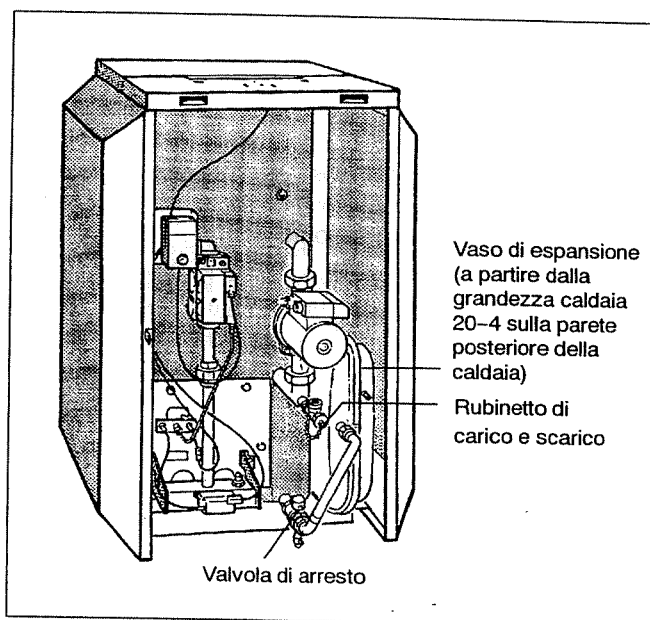
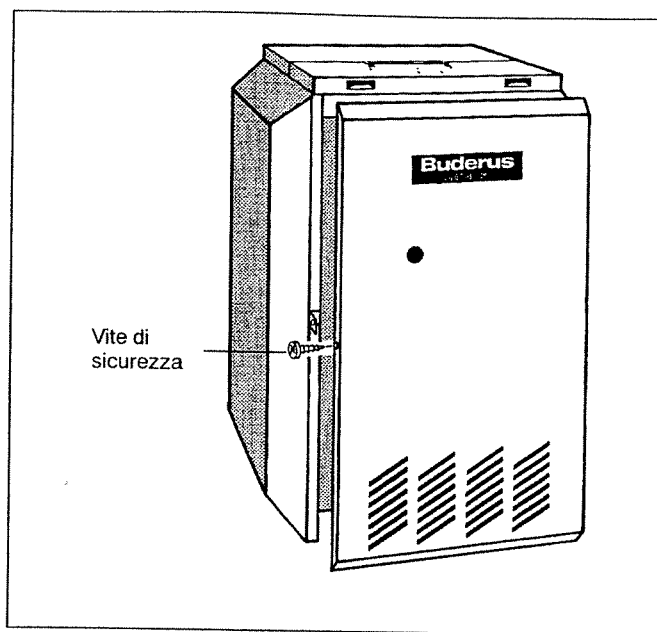
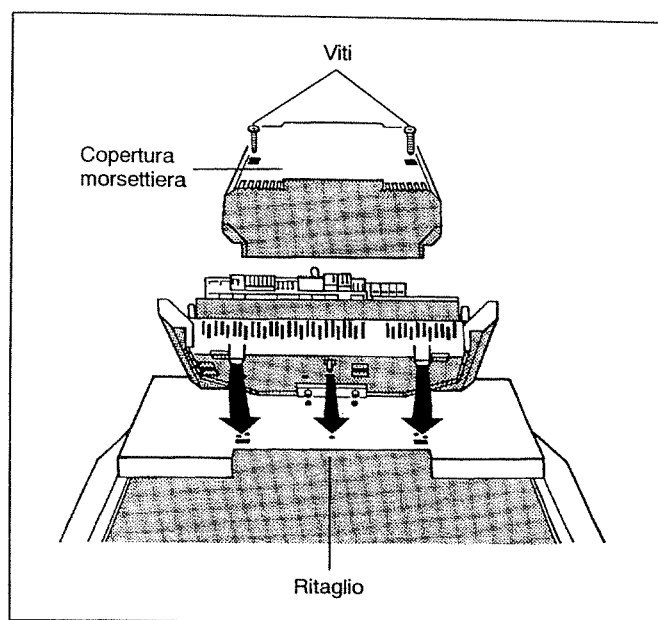
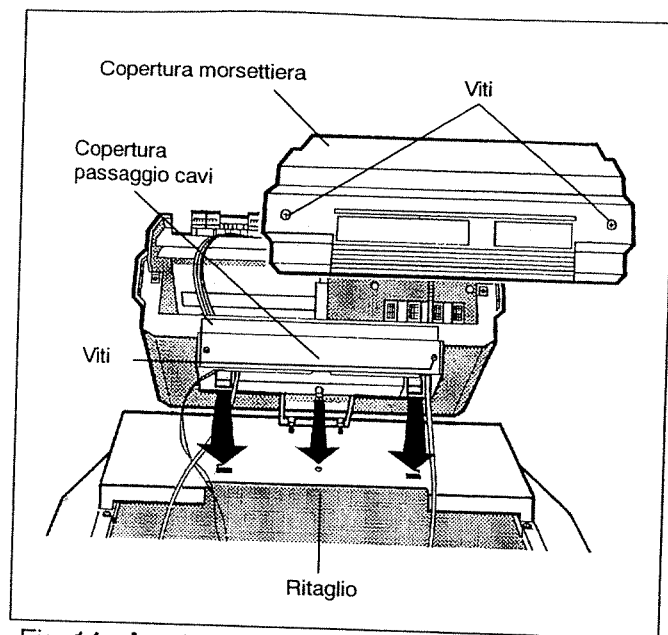

Fig. 9: G124 XV, con pannello anteriore aperto
Fig. 11: Rimuovere il pannello anteriore della caldaia
Fig. 13: Apertura e posizionamento del sistema di regolazione 2000
Fig. 14: Apertura e posizionamento del sistema di regolazione 3000
In questa occasione il vaso di espansione deve essere separato dal sistema attraverso la chiusura della valvola di arresto sotto il cappuccio rosso (Fig. 9). Per lo smontaggio della parete anteriore della caldaia si rimanda a Fig. 11.
- Svitare le viti di sicurezza a sinistra e a destra dai pannelli laterali (Fig. 11).
- Sollevare il pannello anteriore della caldaia ed estrarlo dal davanti (Fig. 11).
- Svitare entrambe le viti della copertura morsettieria dell'apparecchio di regolazione. Rimuovere la copertura morsettieria (Fig. 13 e Fig. 14).
Svitare entrambe le viti della copertura del passaggio cavi. Rimuovere la copertura (Fig. 14).
- Montare l'apparecchio di regolazione sul coperchio caldaia anteriore in modo tale che i ganci presenti sul lato inferiore dell'apparecchio di regolazione si inseriscano anteriormente nei fori ovali (Fig. 9 e Fig. 14).
Montare i tubi capillari delle sonde di temperatura e, in caso di regolazione "Ecomatic", il cavo della sonda di temperatura dell'acqua di caldaia nel ritaglio del coperchio caldaia anteriore (Fig. 13 e Fig. 14).
- Tirare in avanti l'apparecchio di regolazione e contemporaneamente premerlo verso il basso fino allo scatto di entrambi i ganci elastici nei fori posteriori (Fig. 13 e Fig. 14).